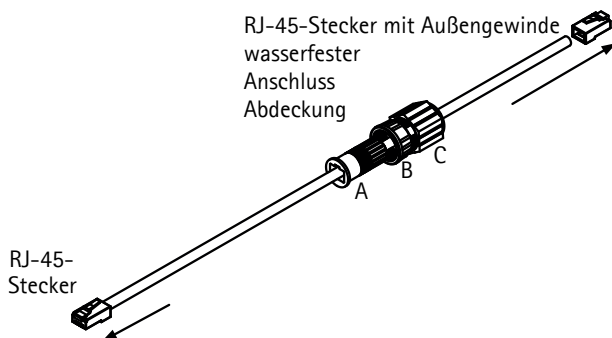

Abb. 3
1. Das Gehäuse des wasserfesten Steckers mit Außengewinde (A, B und C) auf das Ethernet-Kabel aufziehen. Siehe Abb. 3.
3. Stecker (A) über den RJ-45-Stecker mit Außengewinde ziehen, der an DATA IN angeschlossen ist. Siehe Abb. 3.
4. Das Gehäuse (B) über Stecker und Schraube festdrehen (nur handfest). Siehe Abb. 3.
5. Das Gehäuse (C) über Stecker und Schraube festdrehen (nur handfest). Siehe Abb. 3.